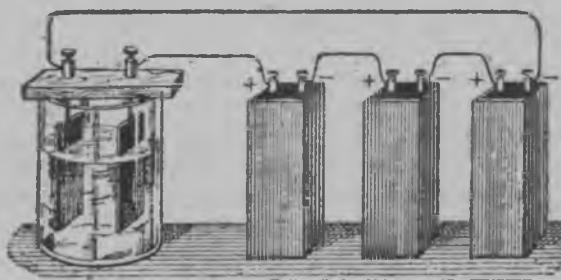

Рис. 43. Ваксизен купоросан растворан разложения.
27. Сернокислой ваксен растворан электролиза. Ласкемма вакси купоросан растворан ләби токан, оттаен электродойкса какси пластинку, эзиски улен точно определиен нәмиэн пластинкойн пайон (рис. 43). Выключимма вийентойста минутан мәндүй токан, пеземмә пластинкат и күйвуамма не. Катоднойл пластинкал ройх сельвәх нәгүмәх сих ийәнүт вакси. Если уувессах виэсата тәмә пластинка, то озутах, что се тули югиэммәкса; виэсатен тойзен пластинкан, мүй нәеммә, что сен пайно тули почти сен вердуа кебиэммәкса мин югени катодной пластинка. Тәс мүй луаимма выводан, что вакси купоросан электролизас катодал эроттуу пухтас вакси, аноднойн пластинкан вакси постепенно мууттуу растворах.